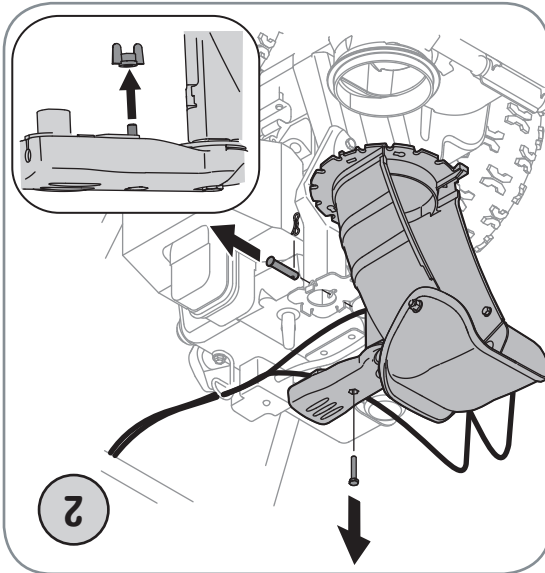

Figure 2
2. Retirez l'écrou à oreilles et la vis hex. qui se trouvent sur la commande de la goulotte ainsi que la goupille fendue et l'axe de chape sur le support de la goulotte. Voir la Figure 2. Positionnez la goulotte (tournée vers l'avant) sur sa base.